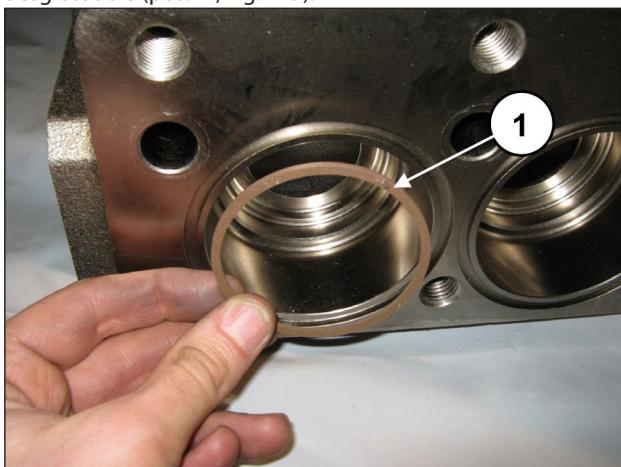

Fig. 149
Introducir la anilla antiextrusión en aspiración, pos. dibujo desglosado 6 (pos. ①, Fig. 149).